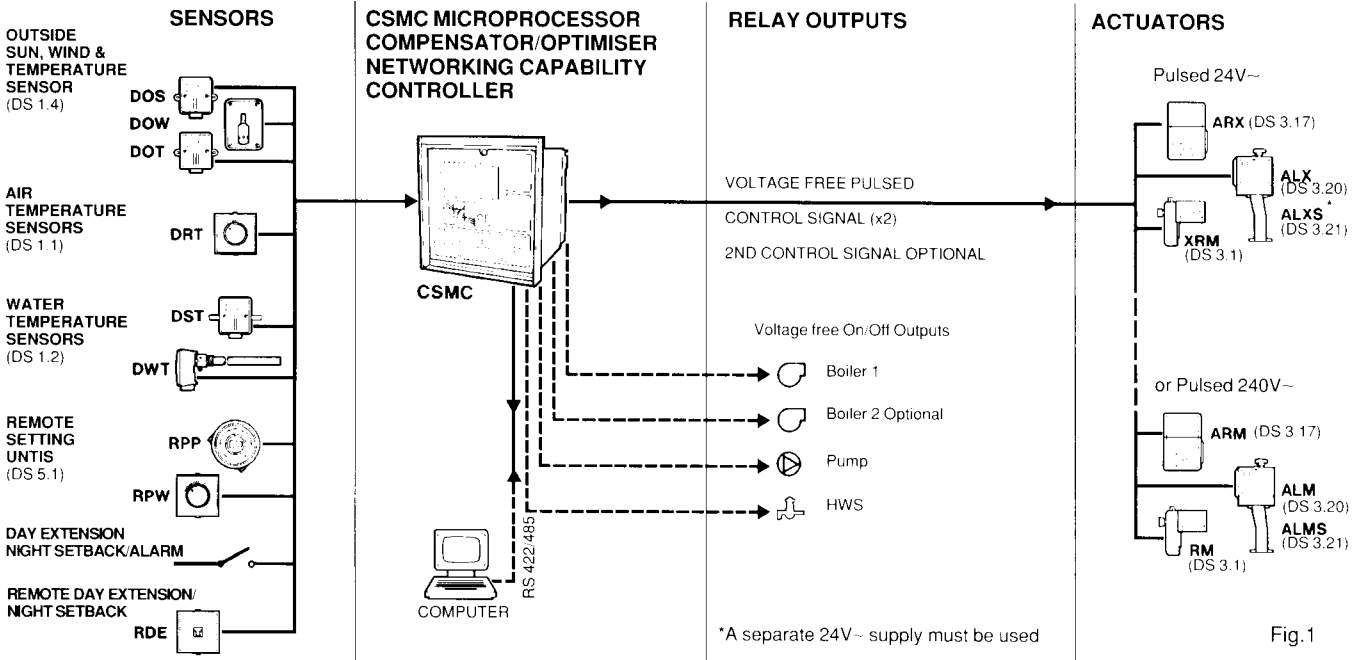

Fig. 1
**Sensors:** See fig. 1
**Actuators:** See fig. 1